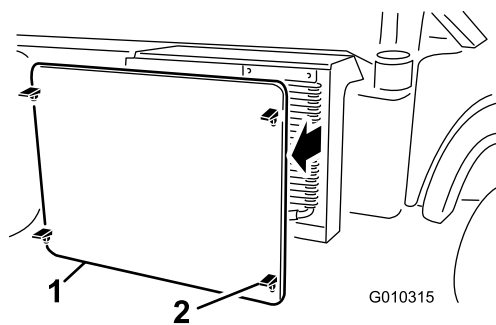

Рисунок 50
5. Расфиксируйте защелки и снимите решетку радиатора с передней стороны радиатора (Рисунок 50).